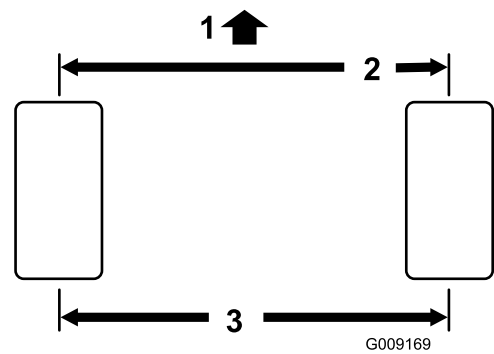

Bild 59
2. Messen Sie den Abstand vorne und hinten an den Lenkreifen Mitte-zu-Mitte (auf Achshöhe). Bild 59 Der Abstand muss zwischen 0 ± 3 mm vorne am Reifen im Vergleich zu hinten am Reifen liegen. Drehen Sie den Reifen um 90 Grad und prüfen Sie den Abstand erneut.